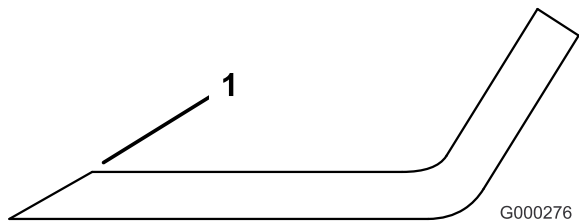

**Figura 49**
2. Togliete il bullone della lama, la rondella curva, il rinforzo della lama e quest'ultima dall'asse del fusello (Figura 49).
1. Montate la lama sull'asse del fusello (Figura 49).
**Importante:** Perché tagli correttamente, la costa della lama deve essere rivolta in alto, verso l'interno del tosaerba (Figura 49).
2. Montate la lama, il rinforzo, la rondella curva e il bullone della lama (Figura 49).